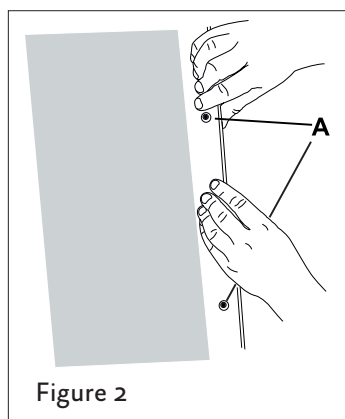

Figure 2
- Le trou du côté long doit correspondre au trou du lave-vaisselle. (Voir A dans la Figure 2 ci-dessous.)